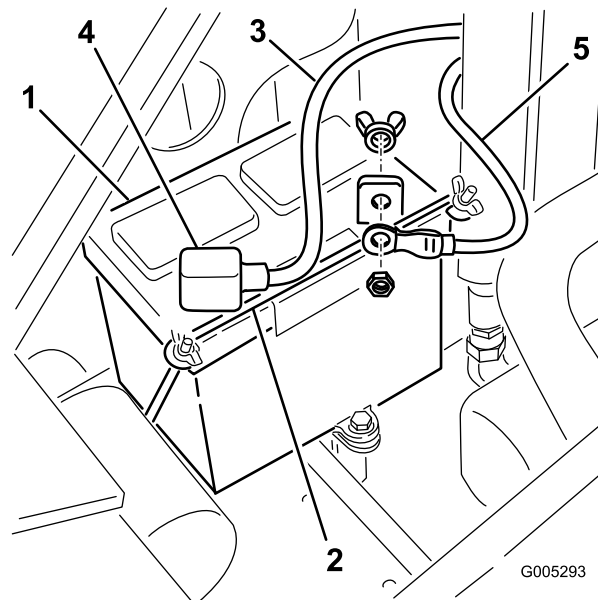

Figure 48
4. Enlevez les écrous à oreilles et la barre de fixation de la batterie (Figure 48).
5. Débranchez le câble négatif (noir) de mise à la masse de la borne de la batterie (Figure 48). Conservez les fixations.
7. Débranchez le câble positif (rouge) de la borne de la batterie (Figure 48). Conservez les fixations.
1. En vous servant des fixations retirées précédemment, branchez le câble positif (rouge) de la batterie à la borne positive (+) (Figure 48).
3. En vous servant des fixations retirées précédemment, branchez le câble négatif (noir) à la borne négative (-) de la batterie (Figure 48).
4. Fixez la batterie à l'aide de la barre et des écrous à oreilles (Figure 48).